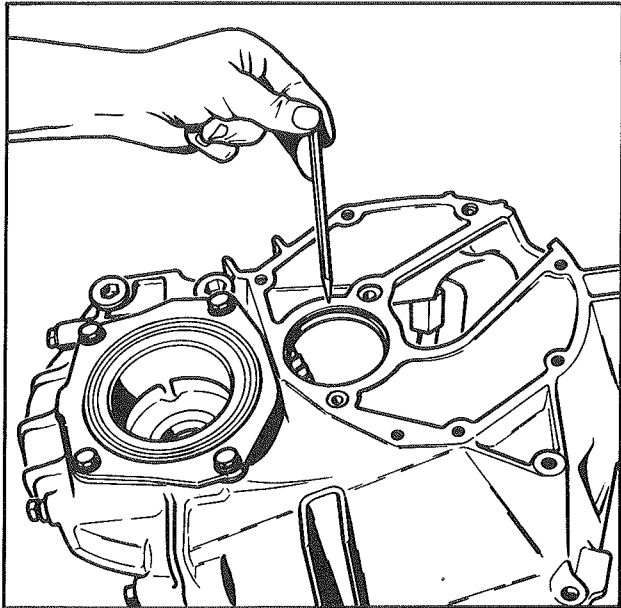

Fig. 7
- Les cales d'origine du roulement étant déposées, disposer concentriquement 4 morceaux de fil pour soudure (étain) \varnothing 1 mm, longueur 1 cm, sur la face d'appui du roulement sur carter de différentiel (fig. 7).